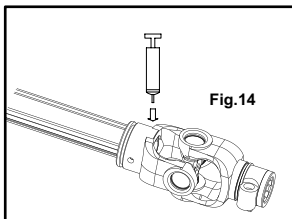

Fig. 14
- 2) Ingrassare la sede di alloggiamento della ghiera sulla ganascia interna dell'albero di trasmissione (Fig. 14).